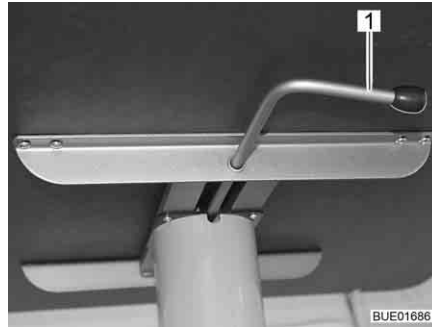

Fig. 81 Table à hauteur réglable
- Faire basculer le levier de verrouillage (Fig. 81,1) vers la gauche. Le verrouillage du mécanisme de réglage de la hauteur est ouvert.
- Faire basculer le levier de verrouillage (Fig. 81,1) vers la droite (Fig. 81). Le mécanisme de réglage de la hauteur est verrouillé.
- Faire basculer le levier de verrouillage (Fig. 81,1) vers la gauche. Le verrouillage du mécanisme de réglage de la hauteur est ouvert. Le plateau de table s'élève jusqu'à la butée.
- Faire basculer le levier de verrouillage vers la droite (Fig. 81). Le mécanisme de réglage de la hauteur est verrouillé.